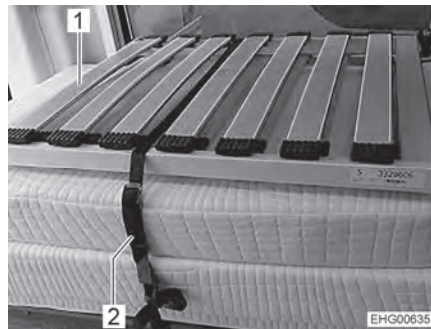

Bild 39 Bakre säng (transportläge)
- Lossa säkerhetsremmen (Bild 39,2).
- Lägg sängbotten (Bild 39,1) efter varandra över mittgången (på listerna på underskåpet).
- Stapla dynorna och sängbotten som visas i Bild 39 i det vänstra underskåpet.
- Säkra dynorna och sängbotten med säkerhetsremmar (Bild 39,2). För att göra detta, dra säkerhetsremmen genom de medföljande öglorna och ögla det runt dynan och sängbotten.